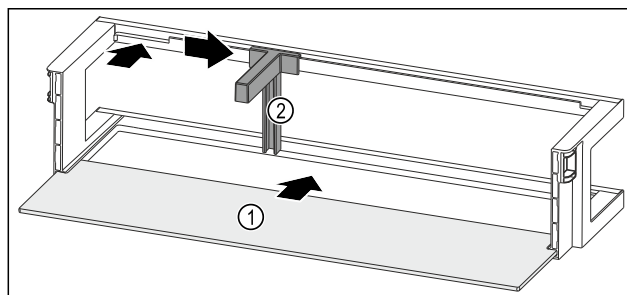

Fig. 98 Дверная полка со съемной полкой
- ▶ Вдвиньте съемную полку Fig. 98 (1) в боковые пазы.
- ▶ Установите держатель для бутылок Fig. 98 (2) в выемку.
- ▶ Сместите держатель для бутылок Fig. 98 (2) в нужное положение в сторону.